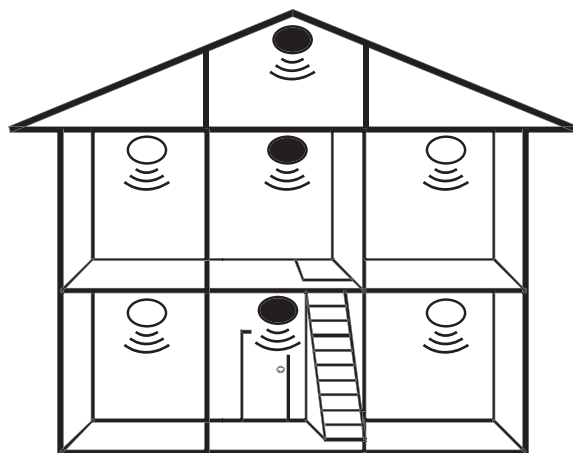

Figure 5
Si votre habitation comporte plusieurs étages, vous devez installer au moins un détecteur à chaque étage (voir figure 5). Il est préférable que les appareils soient interconnectés (si la fonction est disponible sur le détecteur) afin que l'alarme retentisse dans toute l'habitation. Les modules RadioLINK enfilés dans les appareils sont parfaits dans cette situation car les appareils s'interconnectent à l'aide de signaux Radio Fréquence (RF) – ainsi aucune installation électrique n'est nécessaire.